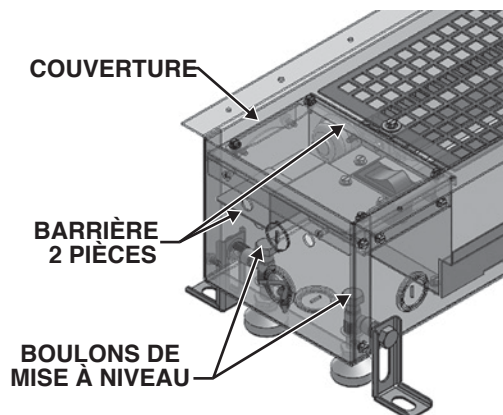

Figure 6A : Composants du compartiment de câblage
3. Retirez le couvercle de construction, les couvercles anti-éclaboussures (voir Fig. 6A et 6B) et les barrières de protection pour accéder aux compartiments de câblage, ainsi que les pieds de mise à niveau pivotants et ajustez jusqu'à ce que l'appareil soit de niveau et à la bonne hauteur (si utilisé).
4. Retirez le couvercle de construction, les couvercles anti-éclaboussures (voir Fig. 6A et 6B) et les barrières de protection pour accéder aux compartiments de câblage.
4. Retirez le couvercle de construction, les couvercles anti-éclaboussures (voir Fig. 6A et 6B) et les barrières de protection pour accéder aux compartiments de câblage, ainsi que les pieds pivotants de mise à niveau et ajustez jusqu'à ce que l'appareil soit de niveau et à la bonne hauteur.
4. Retirez le couvercle de construction, les couvercles anti-éclaboussures (voir Fig. 6A et 6B) et les barrières de protection pour accéder aux compartiments de câblage, ainsi que les pieds de mise à niveau pivotants et ajustez jusqu'à ce que l'appareil soit de niveau et à la bonne hauteur.